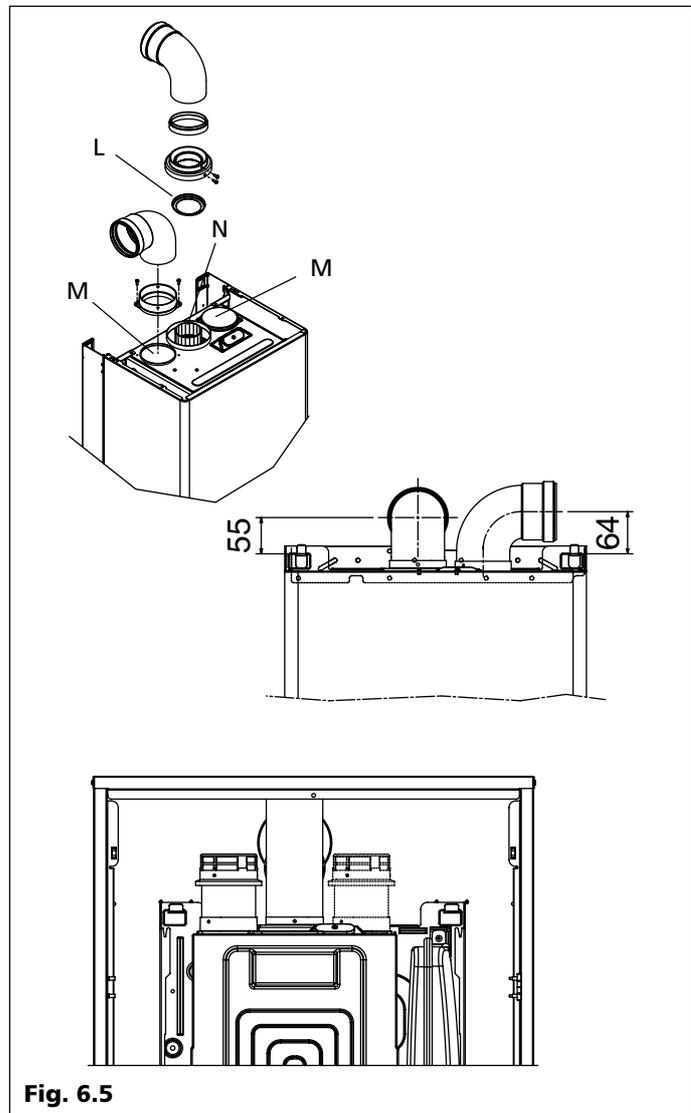

Fig. 6.5
Gli scarichi sdoppiati possono essere orientati nella direzione più adatta alle esigenze del locale. Il condotto di scarico dei prodotti della combustione (N) è indicato in fig. 6.5. Il condotto di aspirazione dell'aria comburente può essere collegato all'ingresso (M) dopo aver rimosso il tappo di chiusura fissato con delle viti. La flangia fumi (L), quando necessario, deve essere tolta. Le tabelle riportano le lunghezze rettilinee ammesse.